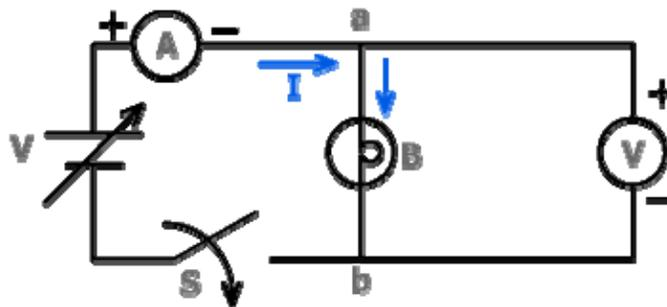

Figura 2.3
- a. Instale el circuito de la figura 2.3.